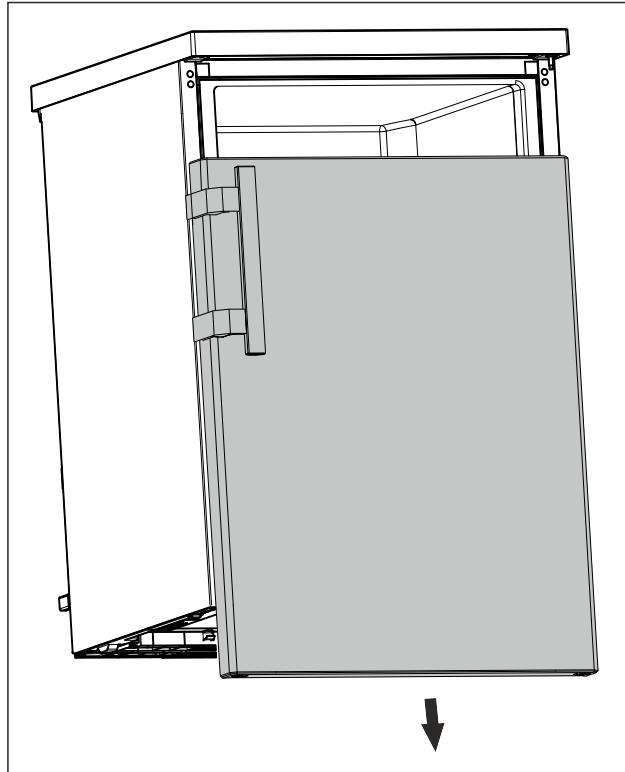

Fig. 12
► Noņemiet durvis virzienā uz leju. (skat. Fig. 12)